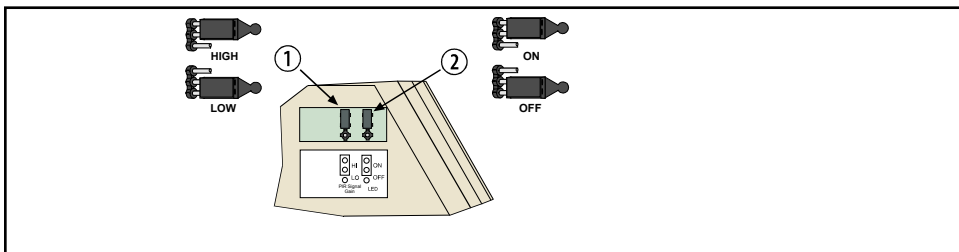

Рис. 5.1. Выбор функции
См. рис. 5.1. Для выбора установите перемычку, замкнув соответствующие контакты (1). Отсутствие перемычки на контактах HIGH/LOW (Высокая/низкая) задает на детекторе настройку «Высокая». Низкая чувствительность (LO): рекомендуемая настройка для большинства установок. Эта настройка допускает жесткие условия окружающей среды.
См. рис. 5.1. Положение ON означает использование светодиодного индикатора (2). Если работа светодиодного индикатора не нужна после завершения настройки и пошаговых тестов, выставьте положение OFF. **Отсутствие перемычки на контактах ON/OFF отключает светодиодный индикатор.**